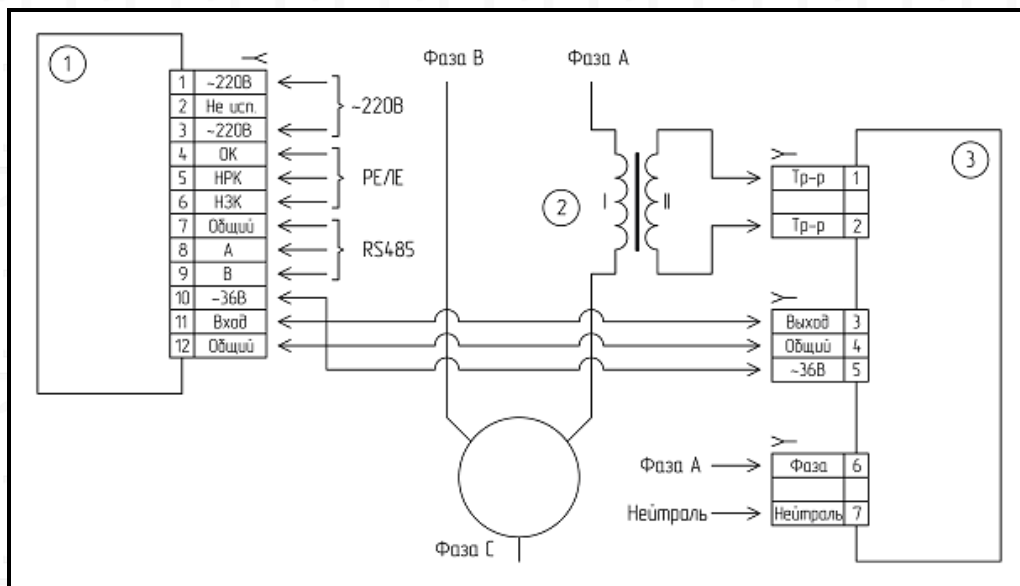
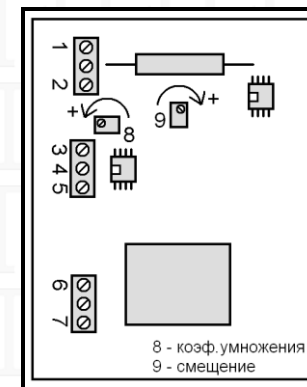

Рисунок 5.
Рисунок 4.
6.5 Подключить контроллер в соответствии с рис.5. При правильном подключении трансформатора тока выходной сигнал на клемме «**Выход**» периферийного блока должен иметь **положительную полярность**, в противном случае необходимо поменять фазировку трансформатора тока. Питание периферийного блока осуществляется от той же фазы, куда включен трансформатор тока. В режиме холостого хода на клемме «**Выход**» относительно клеммы «**Общий**» периферийного блока должен быть положительный потенциал 0,5...3В.), при возникновении по каким-либо причинам **кратковременных** переходов выходного сигнала периферийного блока в отрицательную область необходимо ввести дополнительное смещение выходного сигнала с помощью подстроечного резистора («9 - смещение», см.рис.4).